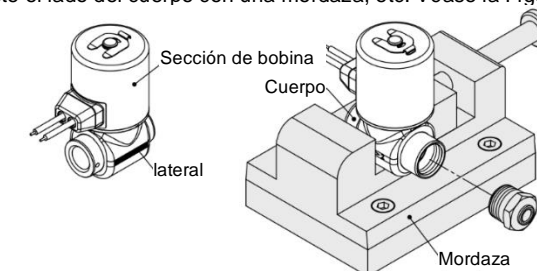

Figura 1. Área de fijación de la válvula
- Cuando realice la conexión del conexionado/racores a la válvula, sujete el lado del cuerpo con una mordaza, etc. Véase la Figura 1.